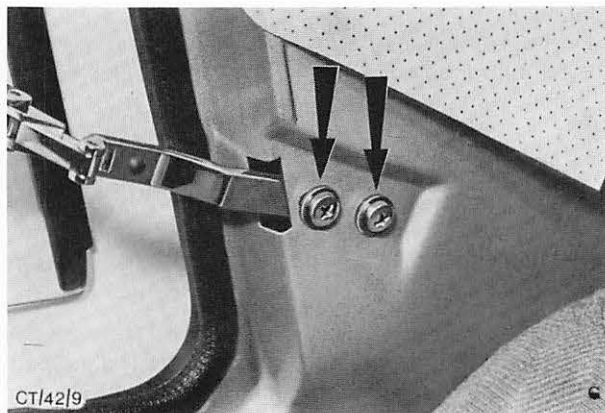

Abb. 16 Halteschrauben – Rastenaussteller
1. Zierblende von der C-Säule entfernen, Rastenaussteller von der C-Säule abbauen (2 Schrauben). Abb. 16.